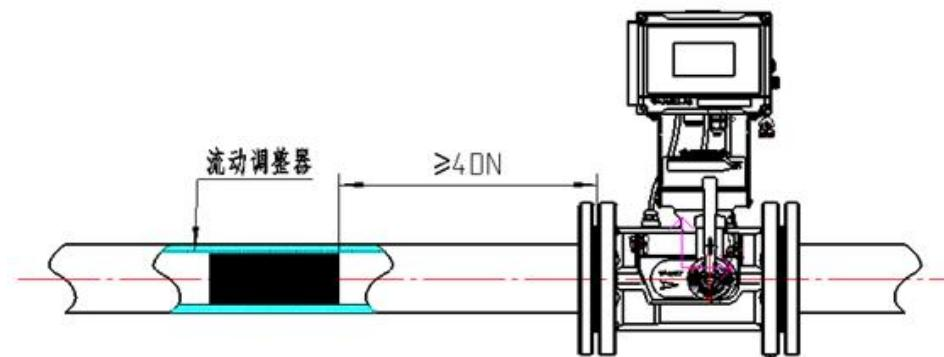

图 6: 超强扰动源安装示意图
3. 超强扰动源安装 (见图 6: 超强扰动源安装示意图) : 需配置流动调节器, 前直管段 $\geq 4DN$